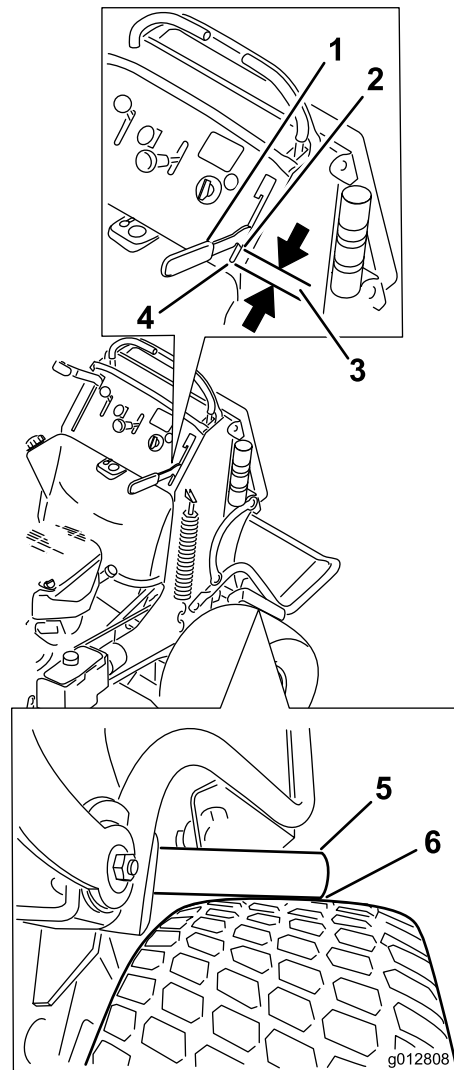

図 63
4. ブレーキ・レバーを操作して、ブレーキ・バーがタイヤに最初に接触するところで止める（図 63）。
5. ブレーキ・バーがタイヤに接触している状態で、ハンド・レバーの前面から、コントロール・パネルのスロットの終点までの距離を測る。この距離が 19 mm であれば適正。必要に応じてブレーキを調整する（図 63）。